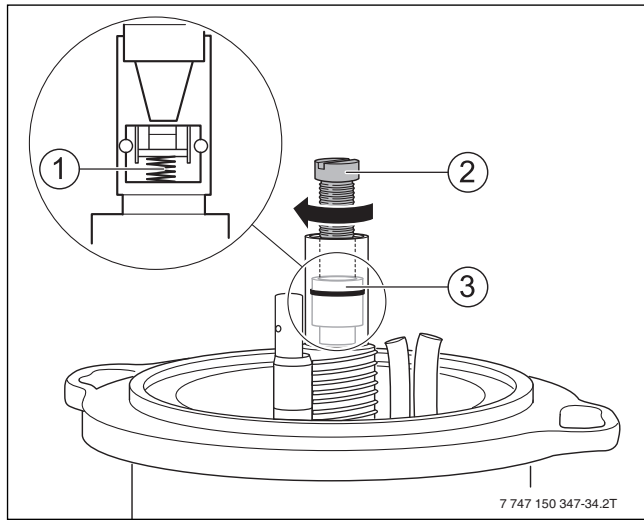

Fig. 37 Sustitución de la válvula antirretorno
- ▶ Extraiga la válvula de cierre (→ fig. 37, [3]).